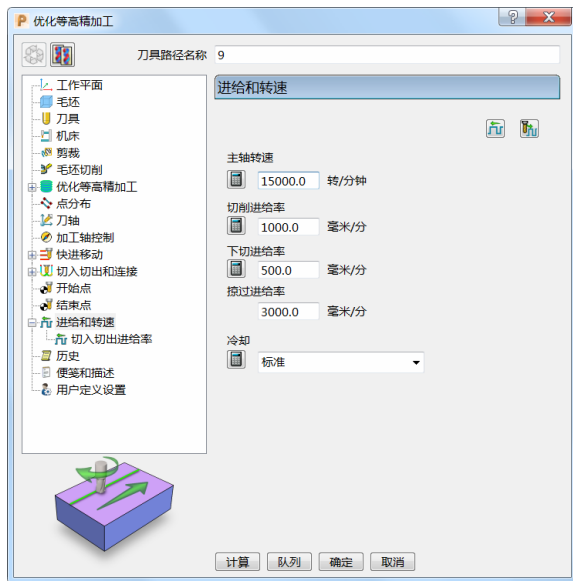
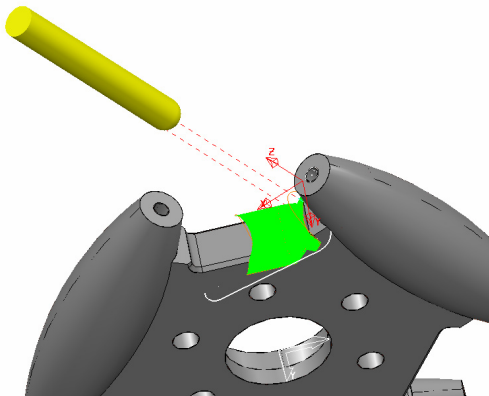

图 4-74
图 4-75
9) 进给和转速：设定主轴转速 15000.0r/min、切削进给率 1000.0mm/min、下切进给率 500.0mm/min、掠过进给率 3000.0mm/min，标准冷却。（图 4-74）
10) 单击图 4-74 中的“计算”按钮，刀具路径如图 4-75 所示。